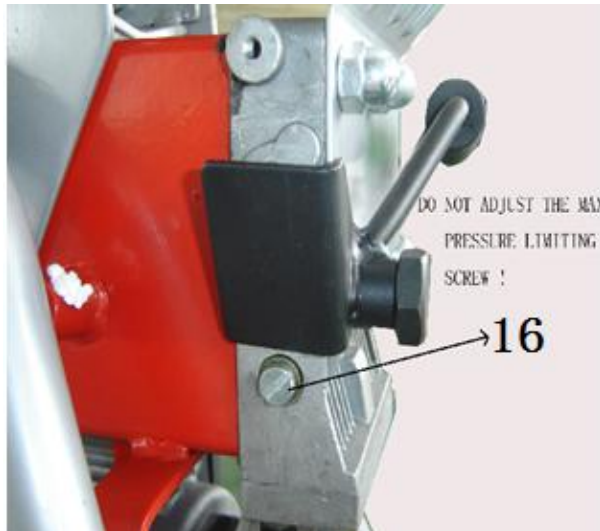

Afb. 6
Voordat u de houtklover gebruikt, moet de ontluchtingsschroef (15 , afb. 6)enkele omwentelingen worden losgedraaid totdat de lucht soepel in en uit de olietank kan stromen.
2. Schroef de olieaftapbout (14) (fig.6) met de peilstok los om deze te verwijderen.